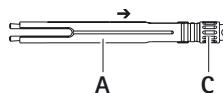

Fig. 2
- Puxar a bucha externa A para trás o mais possível, no sentido do parafuso de aperto C, ver Fig. 2.